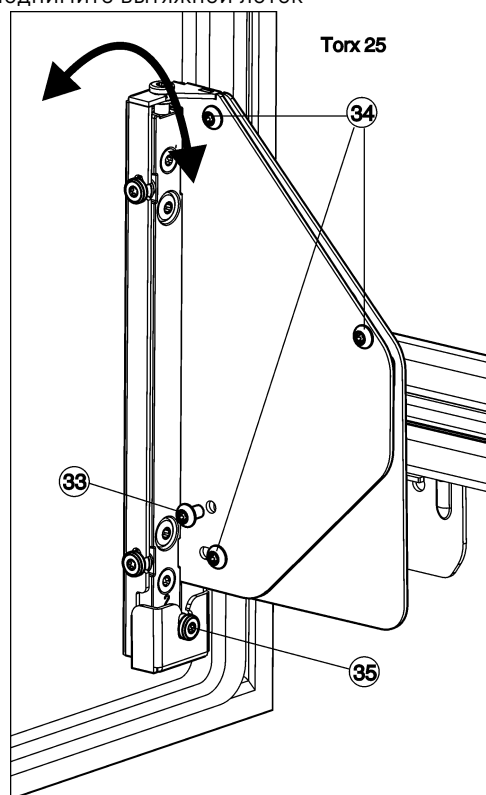

Fig. 26
- ▶ Полностью выкрутите винт Fig. 26 (33).
- ▷ Винт Fig. 26 (33) можно утилизировать, он больше не понадобится.
- ▶ Отпустите винты Fig. 26 (34) только на 1-2 оборота.
- ▶ Вращайте регулировочный винт Fig. 26 (35). По часовой стрелке: дверь вверх отклоняется от корпуса устройства. Против часовой стрелки: дверь вверх приближается к корпусу устройства, а внизу отходит от него.
- ▶ После окончания регулировки наклона свода прочно затяните все винты Fig. 26 [34].